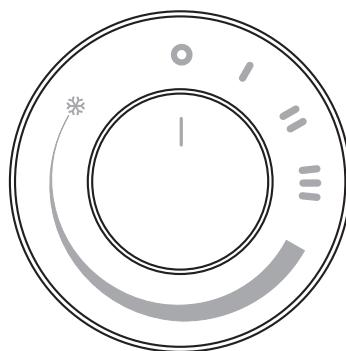

fig. 1
- Assicurarsi che il riferimento "I" sulla manopola sia allineato al simbolo "○" sul pannello comandi (fig.1).
- Ensure that reference mark "I" on the knob is aligned with the "○" symbol on the control panel (fig. 1).
- S'assurer que la référence "I" sur la poignée soit alignée au symbole "○" du tableau de commande (fig. 1).